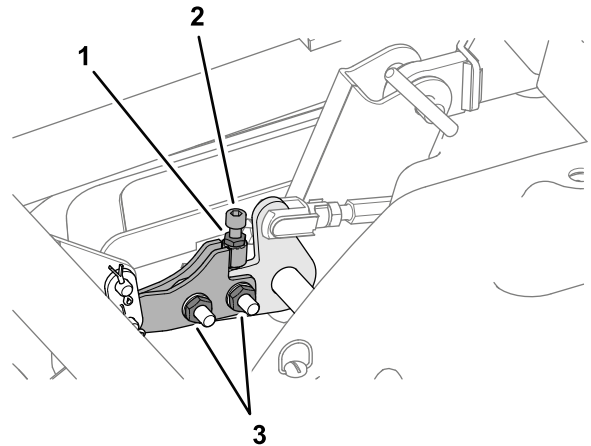

Bild 123
- A. Lösen Sie die zwei Muttern, mit denen der Nivellierungslenker befestigt ist (Bild 123).
- B. Lösen Sie die Klemmmutter, mit der die Innensechskantschraube befestigt ist (Bild 123).
10. Ziehen Sie die zwei Muttern am Nivellierungslenker und die Klemmmutter für die Innensechskantschraube an (Bild 123).
7. Ziehen Sie die Klemmmuttern für die Einsteller für der Mähwerkneigung an (**Bild 123**).